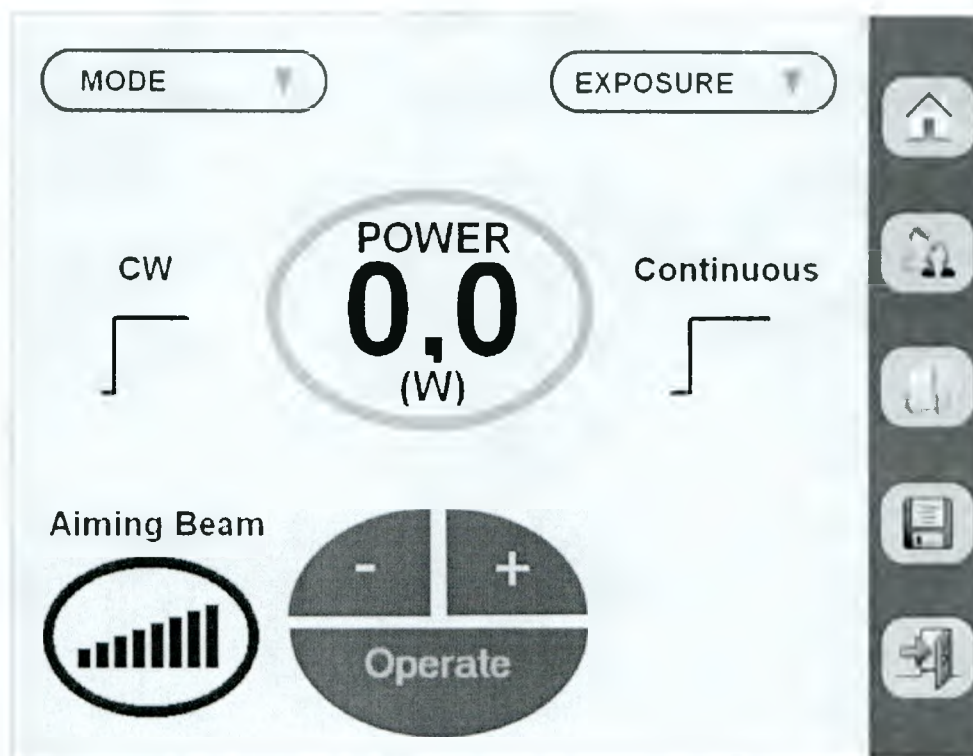

Рис. 40. Основной рабочий экран.
Когда ключ включает аппарат, проводится его самопроверка и загрузка программы. Процедура длится 1 мин. По окончании загрузки на дисплее появляется основной рабочий экран (см. рис. 40). Теперь аппарат готов к настройке оператором.
- Нажмите на надпись “MODE” на экране (см. рис. 40), чтобы открыть окно выбора режимов работы аппарата.